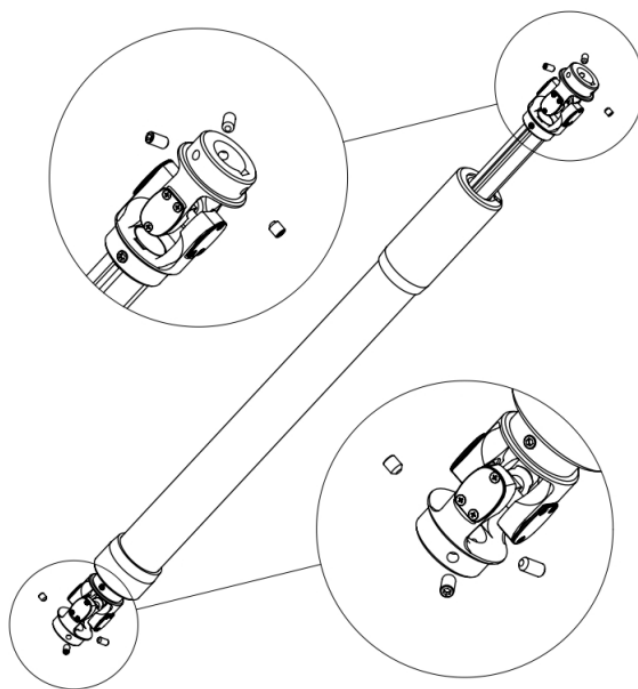

图 3-13 拆卸顶丝
- 步骤4** 如图 3-13 所示，首先使用 2.5 mm 内六角扳手拆掉 M5 内六角紧定螺钉，然后使用工装将上端万向节与机器人分离，最后拔下旋转轴组件。